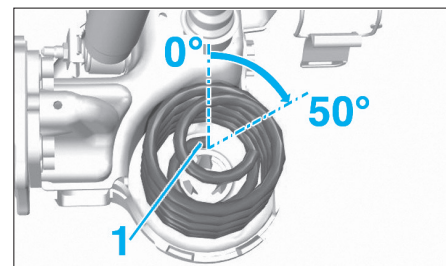

FIG. 46
- Vérifier que le bout de la spire du ressort en (1) est orienté dans un angle compris entre 0° et 50°, dans le sens horaire, par rapport à l'axe du véhicule, des deux côtés (Fig.46).